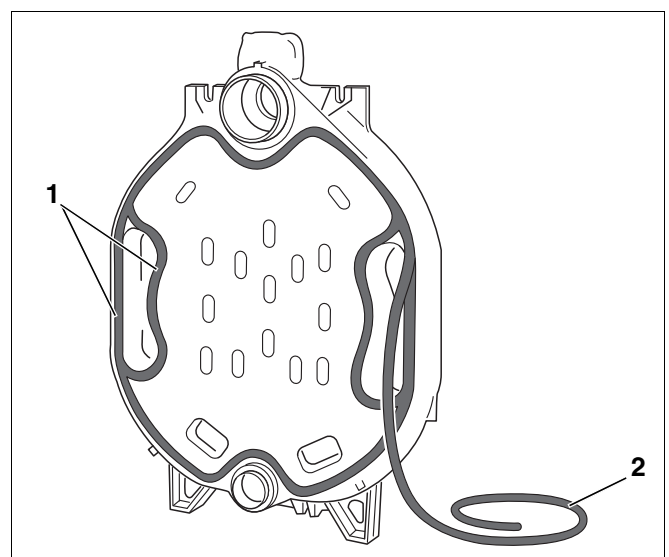

Fig. 11 Mise en place du cordon d'étanchéité (cordon KM)
- Insérer le cordon d'étanchéité (cordon KM : (fig. 11, [2])) sur la partie avant de l'élément arrière, en commençant par la zone supérieure du moyeu, dans les rainures d'étanchéité (fig. 11, [1]) puis appuyer légèrement. Recouvrir les deux bouts du cordon l'un sur l'autre sur 2 cm et bien appuyer.